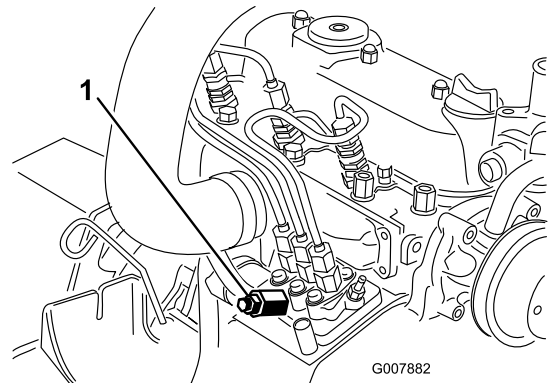

Figura 37
3. Coloque um tapete sob o parafuso de purga de ar na bomba de injeção de combustível e abra-a (Figura 37).